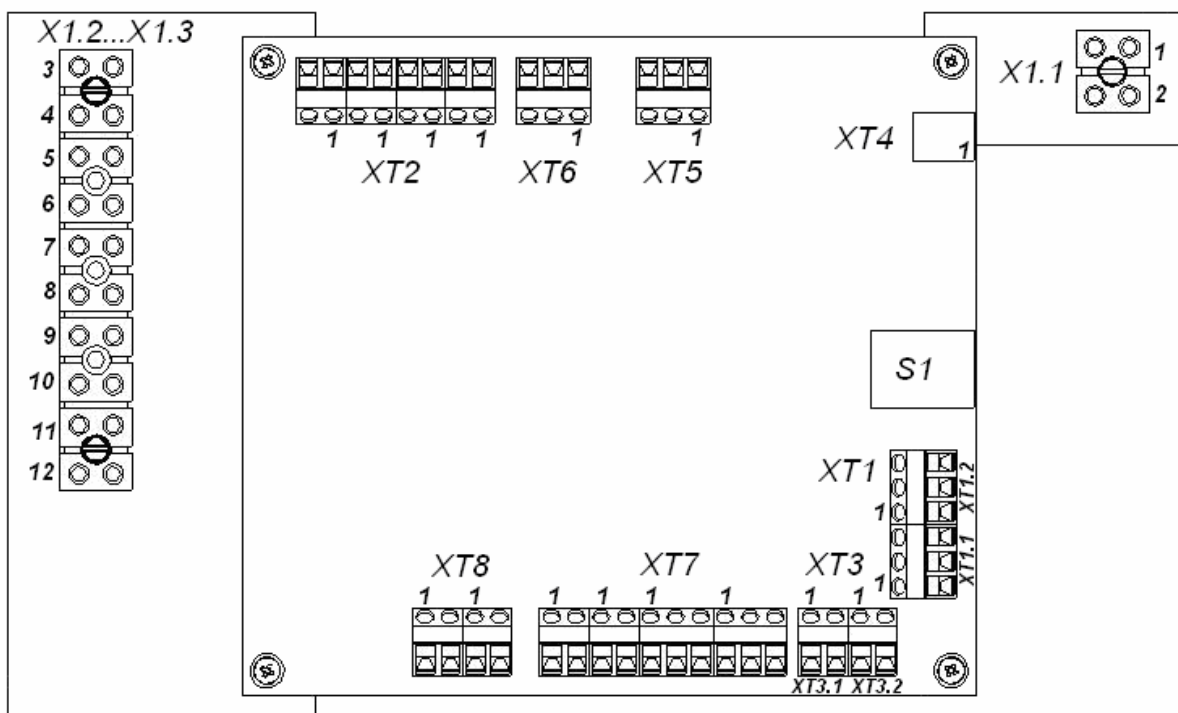

Рисунок 4 Внешний вид клеммных колодок турникета и платы контроллера.
5.2.3 Внутри балки расположена плата контроллера и клеммная колодка турникета X1 (рисунок 4), к которым кабелями (10-12) подключаются соответственно пульт управления, источник питания и устройство радиуправления (при его использовании); подключение производится в соответствии со схемой подключения ЭП и дополнительного оборудования (см. рис. А.1 Приложения А). Схема внутренних соединений ЭП приведена на рисунке А.2 Приложения А.